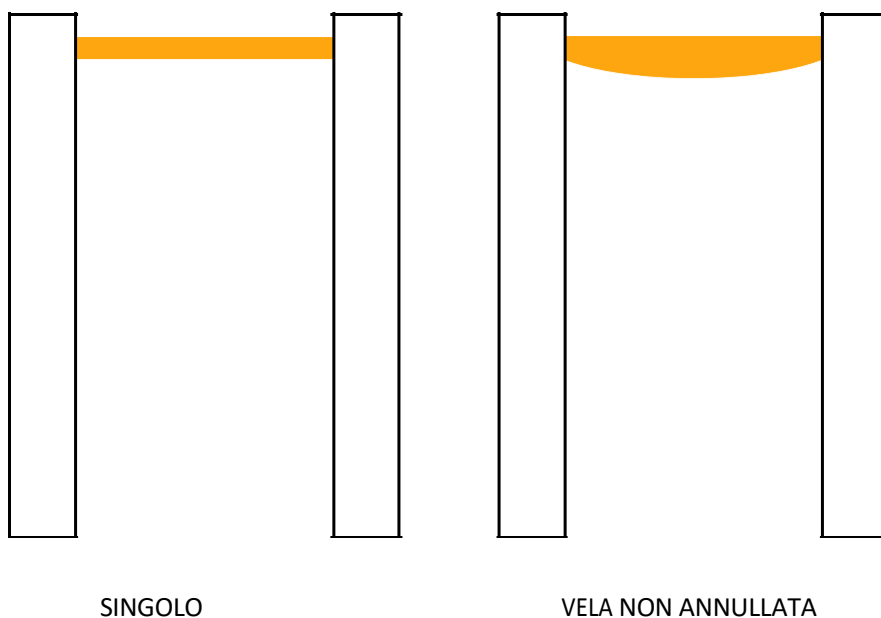

Figura 1 Possibili modalità di montaggio della vela
- L'installazione della vela può avvenire in base al concetto estetico del punto in cui la vela deve essere appesa (Figura 1.), ma va ricordato che una superficie piana non può essere ottenuta da una vela fissata solo negli angoli.